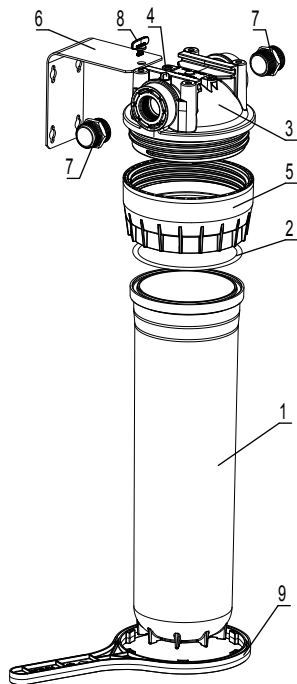

Рис. 1
### Установка корпуса водоочистителя (рис. 1)
- отверните гайку (5) с помощью пластикового ключа (8), снимите стакан (1) и выньте фильтрующий модуль;
- промойте водой внутреннюю поверхность крышки (3), стакана (1) и резиновое кольцо (2);
- соберите водоочиститель, накрутив гайку (5) на крышку (3);
- ВНИМАНИЕ! Важно не перепутать вход и выход водоочистителя. Стрелки на крышке указывают направление течения воды (рис. 1).**
- нажмите кнопку (4) для удаления воздуха из корпуса.